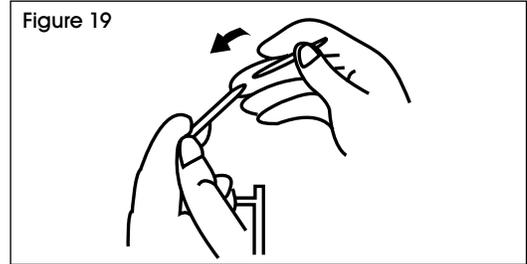

Figure 19
1. Appuyez sur les joints tubulaires courbés sur une moitié de la cage de sécurité. (Voir Figure 19)